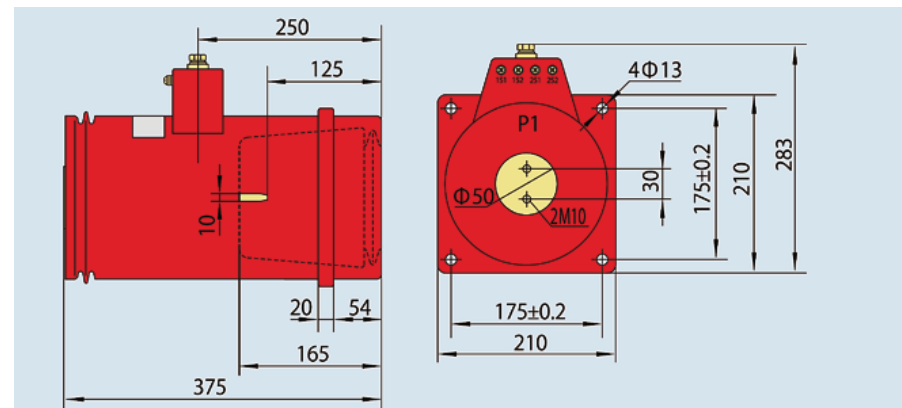

Рис. 6.2 Внешний вид и размеры при 300-600/5 А
6.2 Внешний вид и размеры при 300-600/5 А (см. рис. 6.2)